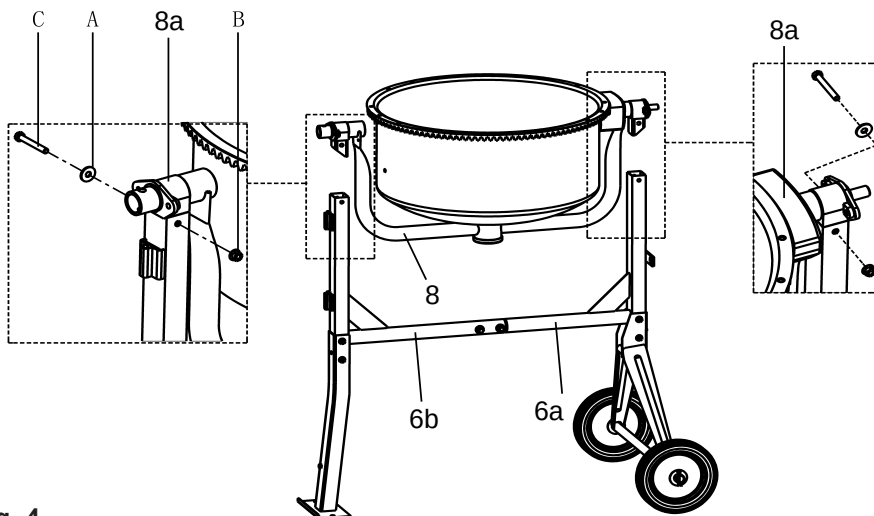

Fig. 4
1. Insira as parênteses (8 a) nos polos e coloque o braço do tambor (8) sobre o suporte (6).
2. Afixe a conexão com parafusos (C), rolos (A) e porcas (B) (Fig. 4).